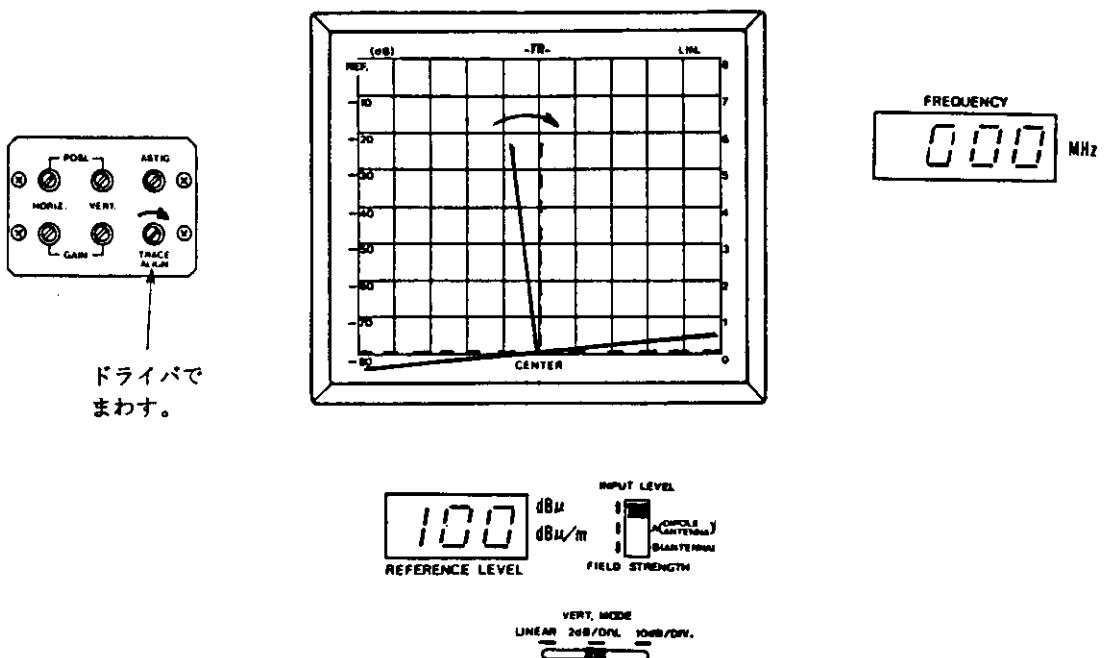

図3-6 輝線傾きの調整
- ⑦ **TUNING**つまみをまわして、**FREQUENCY**表示を“000”に設定します。
- ⑧ **VERT. MODE**スイッチを **2dB/DIV.** に設定します。
- ⑨ このとき、CRT ディスプレイの横軸目盛に対して輝線が傾いているときは、**TRACE ALIGN**のボリュームをまわして調整します。（図3-6参照）
- ⑩ 次に、**VERT. MODE**スイッチを **10dB/DIV.** に設定します。
- ⑪ **START/CENTER**スイッチを **START**に設定し、ゼロ周波数スペクトラムが CRT ディスプレイの左端に位置することを確認します。